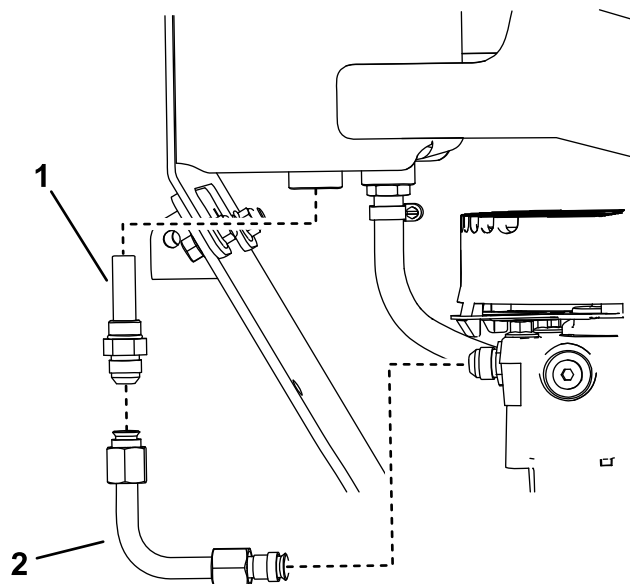

Figure 12
6. Déposez le tube et le raccord filtrant du réservoir et de la pompe (Figure 12). Mettez le raccord filtrant au rebut.
7. Posez le raccord filtrant sur le réservoir (Figure 12). Serrez le raccord à un couple de 79 à 98 N·m (58 à 72 pi-lb).
8. Posez le tube sur le raccord filtrant et la pompe (Figure 12).